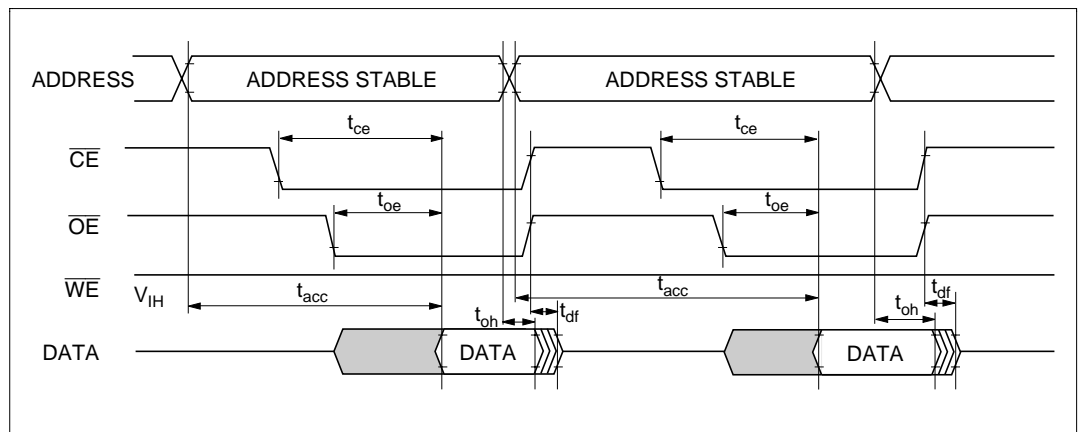

図 21.19 \overline{CE} 、 \overline{OE} クロック方式リード時のタイミング波形
- (1) 自動プログラムモードでは、128 バイト同時書き込みを行います。これは、バイトデータを 128 回連続で転送してください。
- (2) 128 バイト以下の書き込みでも 128 バイトのデータ転送を行う必要があります。必要ないアドレスへのメモリ書き込みは、データを H'FF にして書き込みを行う必要があります。
- (3) 転送するアドレスの下位 8 ビットは、H'00、H'80 でなければなりません。有効アドレス以外を入力した場合は、メモリ書き込み動作に移行しますが、書き込みエラーとなります。
- (4) メモリアドレスの転送は、第 2 サイクルで行います (図 21.19)。第 3 サイクル以降では転送しないでください。
- (5) 書き込み動作中は、コマンド書き込みを行わないでください。
- (6) 書き込みは、各アドレスの 128 バイト単位のブロックに対して、1 回の自動書き込みで行ってください。2 回以上の書き込みについては特性保証できません。
- (7) 自動書き込み正常終了の確認には、FO6 を調べることにより行います。または、ステータス読み出しモードを使用しても確認することができます (FO7 番のステータスポーリングは、自動書き込み動作終了判定用端子です)。
- (8) ステータスポーリングの FO6、FO7 端子情報は、次のコマンド書き込みまで保持されます。次のコマンド書き込みが行われてなければ、 \overline{CE} 、 \overline{OE} をイネーブルにすることにより読み出し可能となります。